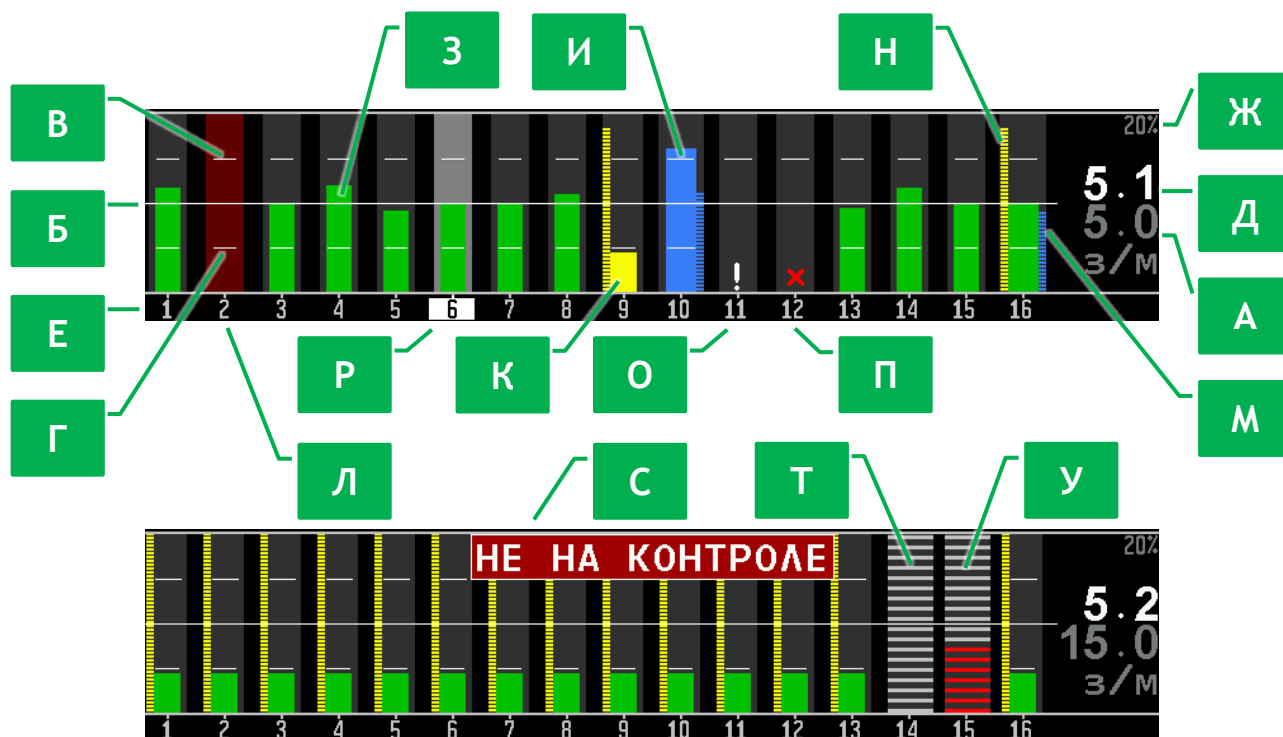

Рисунок 9 Диаграмма контроля высева в режиме контроля «Точный»
Для режима контроля «Точный» диаграмма состоит из следующих элементов (см. Рисунок 9):
[Ж] Показывает заданное значение параметра «Масштаб Пид, %» (масштаб пропусков и двойников) из меню настроек «Параметры диаграммы» (см. пункт 6.3.2.3). Высота столбиков пропусков (см. Рисунок 9, п.[Н]) и двойников (см. Рисунок 9, п.[М]) пропорциональна их текущему уровню в заданном масштабе.
- Зеленым цветом (см. Рисунок 9, п.[З]), если поток семян в пределах допустимого отклонения от заданной нормы (нормальное состояние).
- Синим цветом (см. Рисунок 9, п.[И]), если поток семян больше максимального допустимого отклонения от заданной нормы (аварийное состояние).
- Желтым цветом (см. Рисунок 9, п.[К]), если поток семян меньше минимального допустимого отклонения от заданной нормы (аварийное состояние).
[М] Синий пунктирный столбик диаграммы показывает уровень двойников по данному сошнику (на рисунке - по шестнадцатому). Высота столбика пропорциональна текущему уровню двойников в заданном масштабе (см. Рисунок 9, п.[Ж]).
[Н] Желтый пунктирный столбик диаграммы показывает уровень пропусков по данному сошнику (на рисунке - по шестнадцатому). Высота столбика пропорциональна текущему уровню пропусков в заданном масштабе (см. Рисунок 9, п.[Ж]).
2. Отсутствует контроль двойников и пропусков. Также отсутствует связанное с ними отображение параметра «Масштаб Пид, %» (см. Рисунок 9, п.[Ж]).